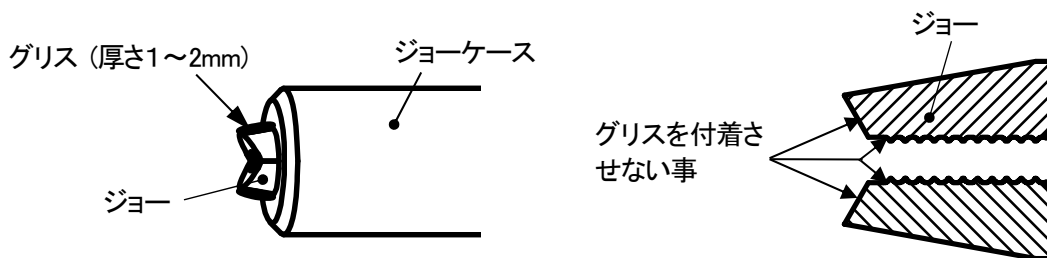

図 7-5
- ⑦ ジョーケースにジョーを組み付けてください。グリスをジョーケースより突き出したジョーのテーパ面にも同様に塗布してください。(図 7-5)